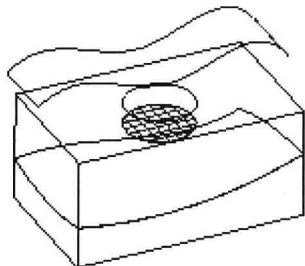

图 1.30
(1) 选择过滤器“几何”。
(2) 选择盲孔的底部曲面, 如图 1.30 所示。
(3) 选择“编辑”→“偏移”命令。
(4) 选择偏移曲面类型  “替换”(Replace)。